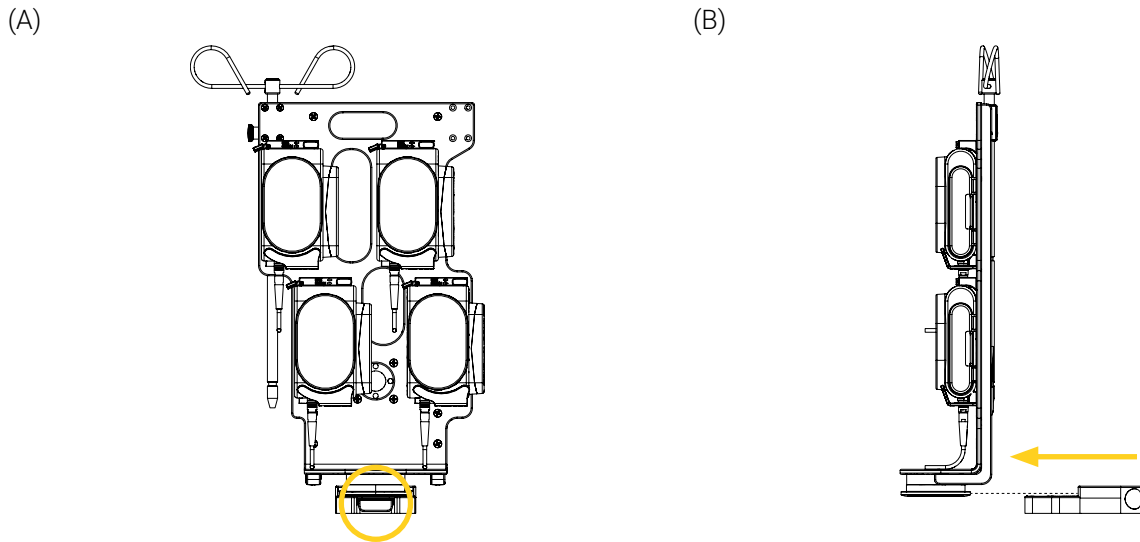
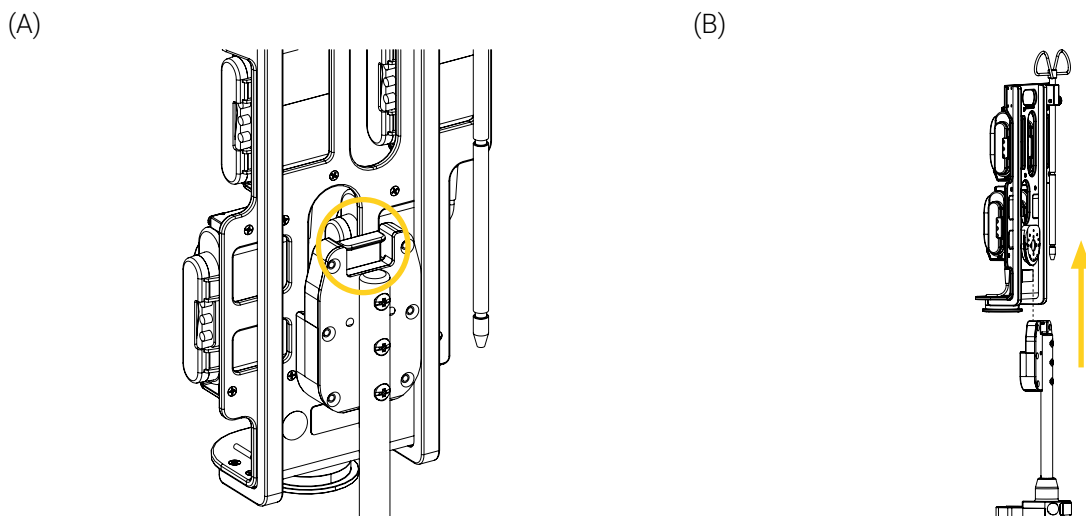

Figure 9: Retrait du support de fixation de la Micro Base horizontalement
Figure 10: Retrait du support de fixation de la Micro Base verticalement
1. Retirer le support de fixation de la Micro Base à l'aide du bouton à déclenchement rapide situé à l'avant de la base (Figure 9 et Figure 10). Consulter la section « Mécanisme de verrouillage » à la page 18 au besoin.